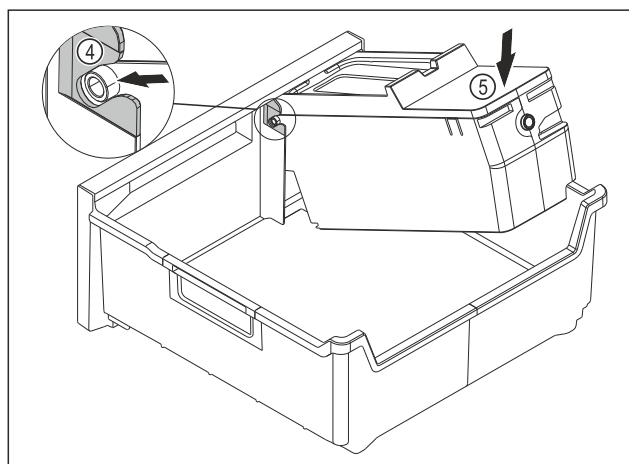

Fig. 121
- ▶ Montáž korpusu EasyTwist-Ice: Osy korpusu EasyTwist-Ice zasuňte do vedení Fig. 121 (4).
- ▶ Stlačte korpus EasyTwist-Ice Fig. 121 (5) vzadu dolů.